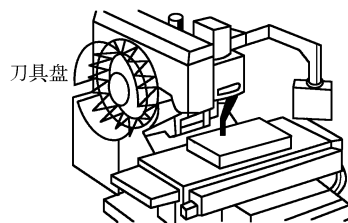

图 4-97 刀具用 PLC 进行控制
5. 某加工中心刀具用 PLC 进行交换控制（见图 4-97），请按要求写出梯形图及指令表。